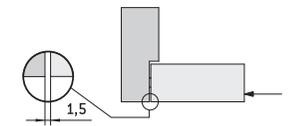

Рис.7
- 4) Отрегулируйте положение петли по притвору (Рис.5), по вертикали (Рис.6), по горизонтали (Рис.7).